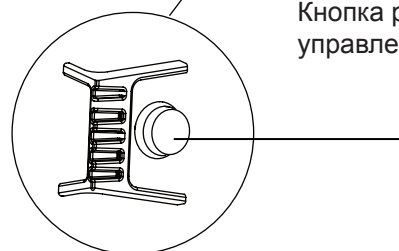

Рис. 8.1
2. Кнопка **MANUAL CONTROL** [Ручное управление] расположена с правой стороны блока. Чтобы перейти в режим COOL нажмите кнопку 2 раза (см. рис. 8.1).